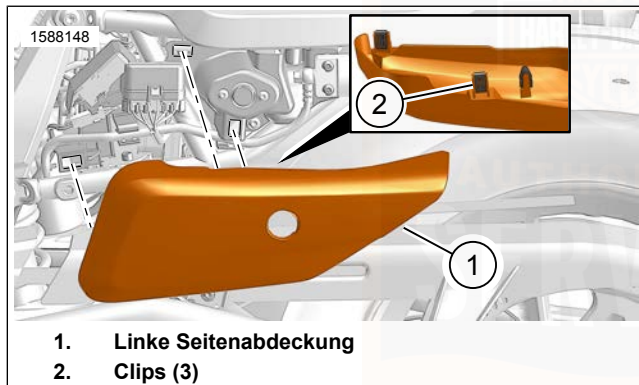

Abbildung 83. Linke Seitenabdeckung (RH1250S)
1. Siehe Abbildung 83. Ziehen Sie die linke Seitenabdeckung (1) mit Clips (2) vom Fahrzeug weg.